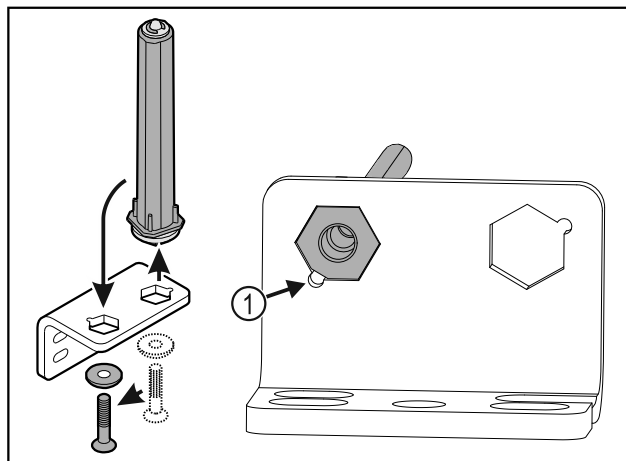

Fig. 30
- Se till att bultens fäsning Fig. 30 (1) är vänd mot det runda hålet vid isättningen.